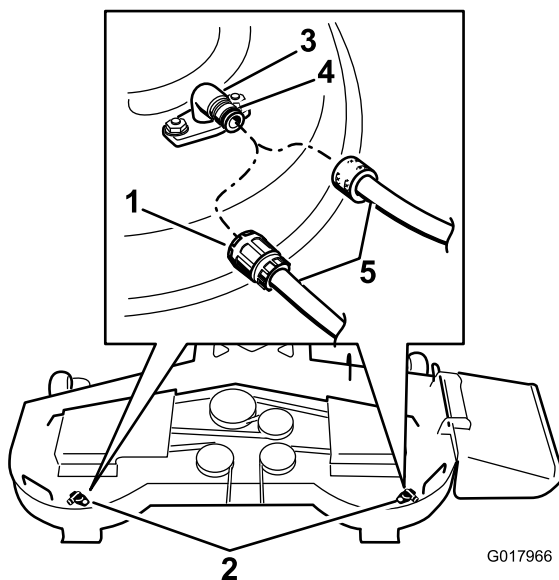

Figura 81
3. Conecte el acoplamiento de la manguera al extremo del conector de lavado del cortacésped, y abra el grifo al máximo (Figura 81).